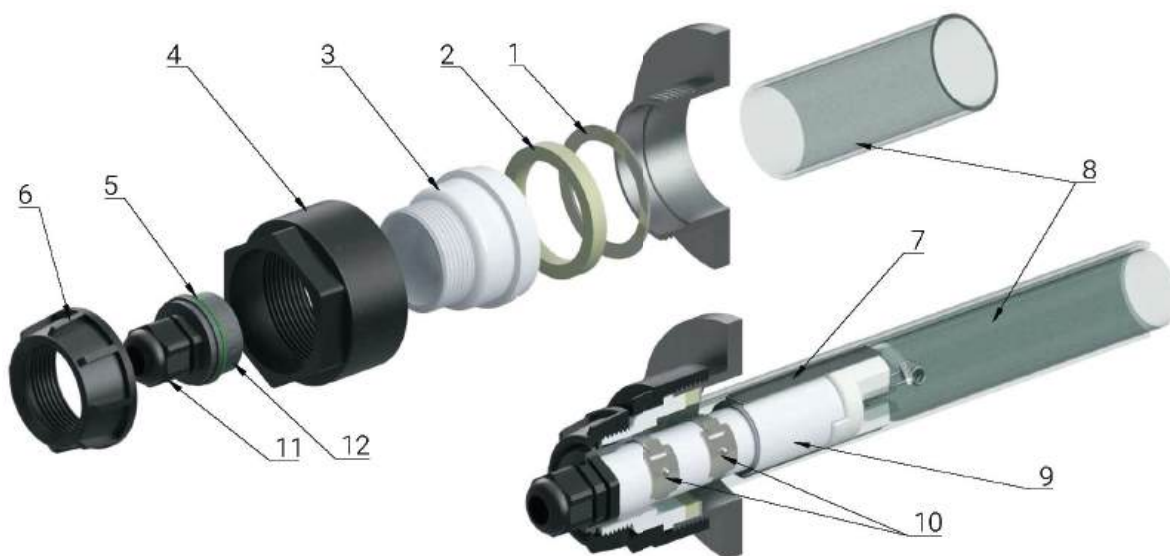

Рис. 9 Устройство узла герметизации
3. отвинтить гайку прижимную 6 (Рис. 9) заменяемой лампы;
3. подключить и зафиксировать патрон **9** (Рис. 9) к цоколю лампы;
3. при помощи ключа (входит в состав ЗИП), отвинтить гайку прижимную **4** (Рис. 9);
1. вставить металлическое **1** и силиконовое кольцо **2** в резьбу узла герметизации (Рис. 9). Убедиться, что кольца установлены без искривлений в посадочном месте;